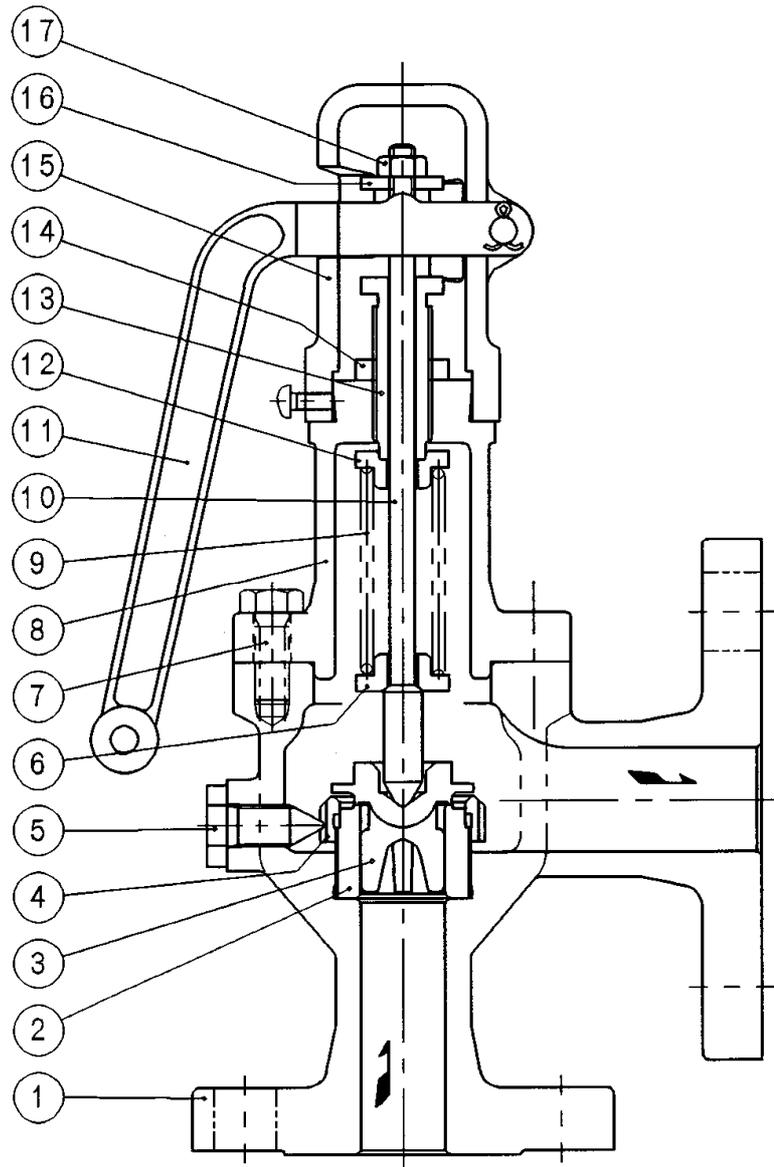

図2 構造図
- 調整後は、いずれの場合も調節ねじ用ナット(14)を忘れずに締め付けてください。(図2参照)
## 3. 分解 (図2参照)